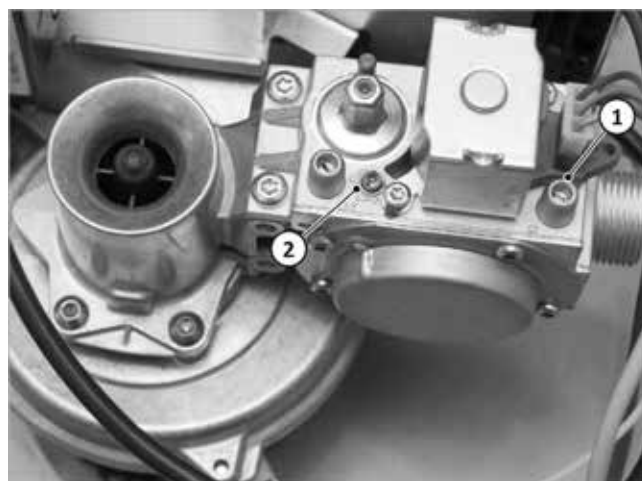

Fig. 111 : Réglage du brûleur
- Utilisez les raccords de mesure pour contrôler le débit du gaz lors du fonctionnement du brûleur ➔ Fig. 111 (1).